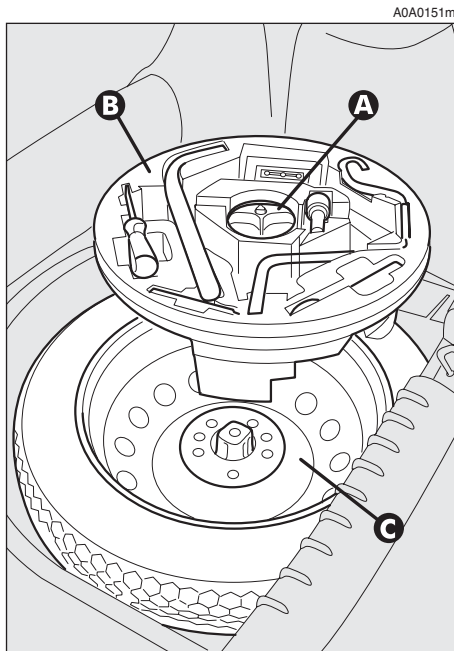
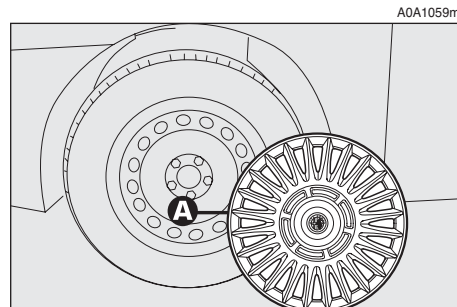

fig. 3
fig. 4
- Mediante la manilla (A) quite el revestimiento rígido (B).
- afloje el dispositivo de bloqueo (A-fig. 3).
- saque la caja de herramientas (B) y póngala cerca de la rueda que va a cambiar;
- quite la rueda de repuesto (C);
- quite el embellecedor (A-fig. 4) (sólo en las versiones con llantas de acero);
– ponga la caja de herramientas en la rueda de repuesto y fije todo con el dispositivo de bloqueo (**A-fig. 3**);